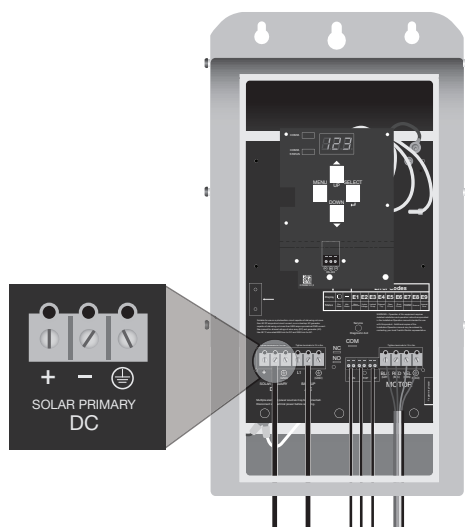

Figure 5. Raccordement du câblage CC
4. Connectez les câbles depuis le courant continu externe vers le bornier marqué « Solaire primaireCC » et les bornes marquées +, - et GND (terre). (Figure 5) (Spécification de couple : 15 po-lbs (1,7 nm))
3. Connectez les câbles du générateur au bornier marqué « Sauvegarde de secours AC », bornes L1, L2 et GND. (Figure 5) (Spécification de couple : 15 po-lbs (1,7 nm))